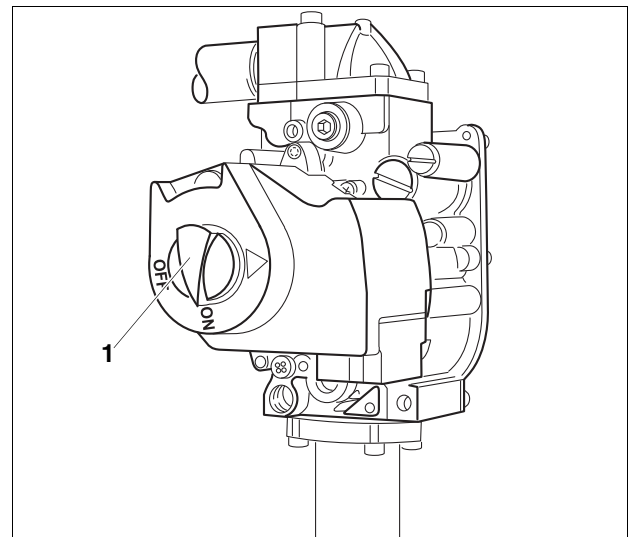

Fig. 33 Bloc gaz G124X II
24. Si le bloc gaz fonctionne parfaitement, passer à l'étape 25. Dans le cas contraire, tourner immédiatement le bouton de mise en marche (→ fig. 33) du bloc gaz dans le sens des aiguilles d'une montre sur « OFF ». Fermer le robinet gaz. Couper l'installation de chauffage de l'alimentation électrique et informer le technicien SAV ou le fournisseur de gaz.